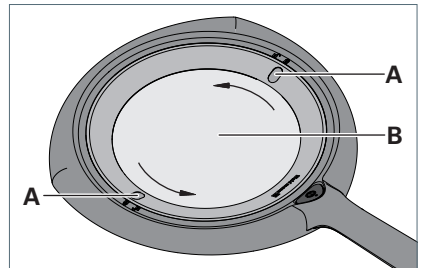

Fig. 5: Linse entnehmen.
- ▶ Drehen Sie den Ring mit den Vertiefungen **A** gegen den Uhrzeigersinn, bis zu den beiden Entriegelungssymbolen am Gehäuse, siehe Fig. 5.